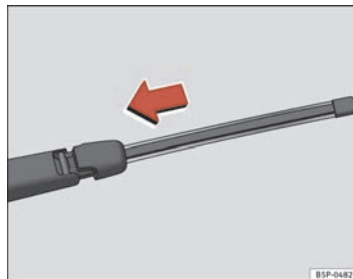

Fig. 149 Colocar la escobilla de limpiacristales
- Sitúe la escobilla, tal como se indica en la ⇒ fig. 149 y deslice el adaptador hasta que encastre.